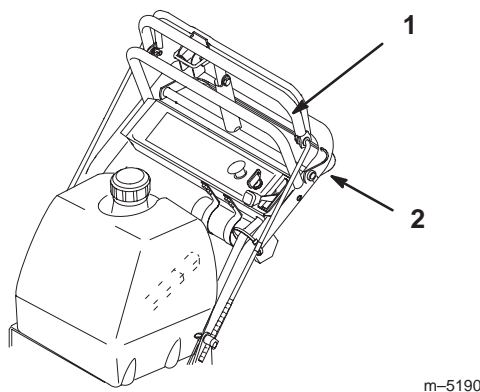

Bild 17
3. Drücken Sie langsam auf die obere Schaltstange, um vorwärts zu fahren (Bild 17).
Üben Sie, um geradeaus zu fahren, einen gleichen Druck auf beide Enden der oberen Schaltstange aus (Bild 17).
Reduzieren Sie zum Wenden den Druck auf die Seite der oberen Schaltstange entgegen der Richtung, in die Sie wenden möchten (Bild 17).
3. Drücken Sie die untere Schaltstange und den Griff langsam zusammen, um rückwärts zu fahren (Bild 17).